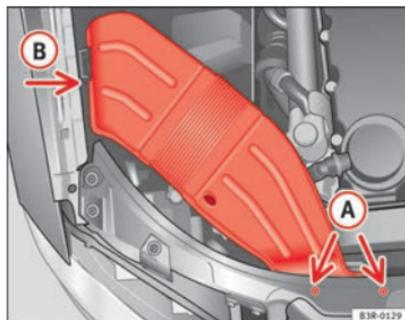

Fig. 203 Conducción de ventilación en el lado derecho del vehículo
- Desenrosque los tornillos (A) ⇒ fig. 203.
- Separe la conducción de ventilación de la guía (B) y extráigala. ■